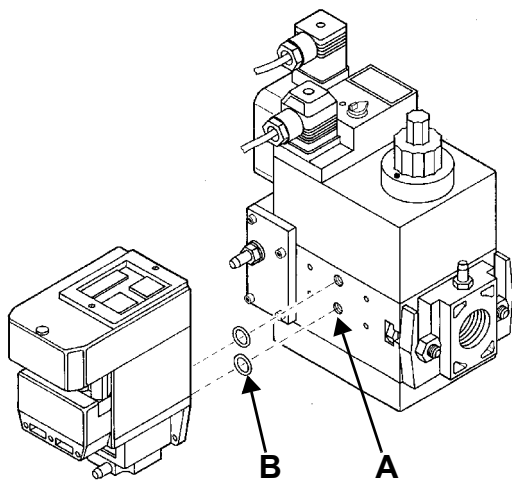

Fig. 20
- 3 togliere le viti di chiusura del gruppo Multibloc (Fig. 20-A);
- 4 inserire gli anellini di tenuta (10,5 x 2,25) nel VPS 504 (Fig. 20-B, Fig. 20-B);